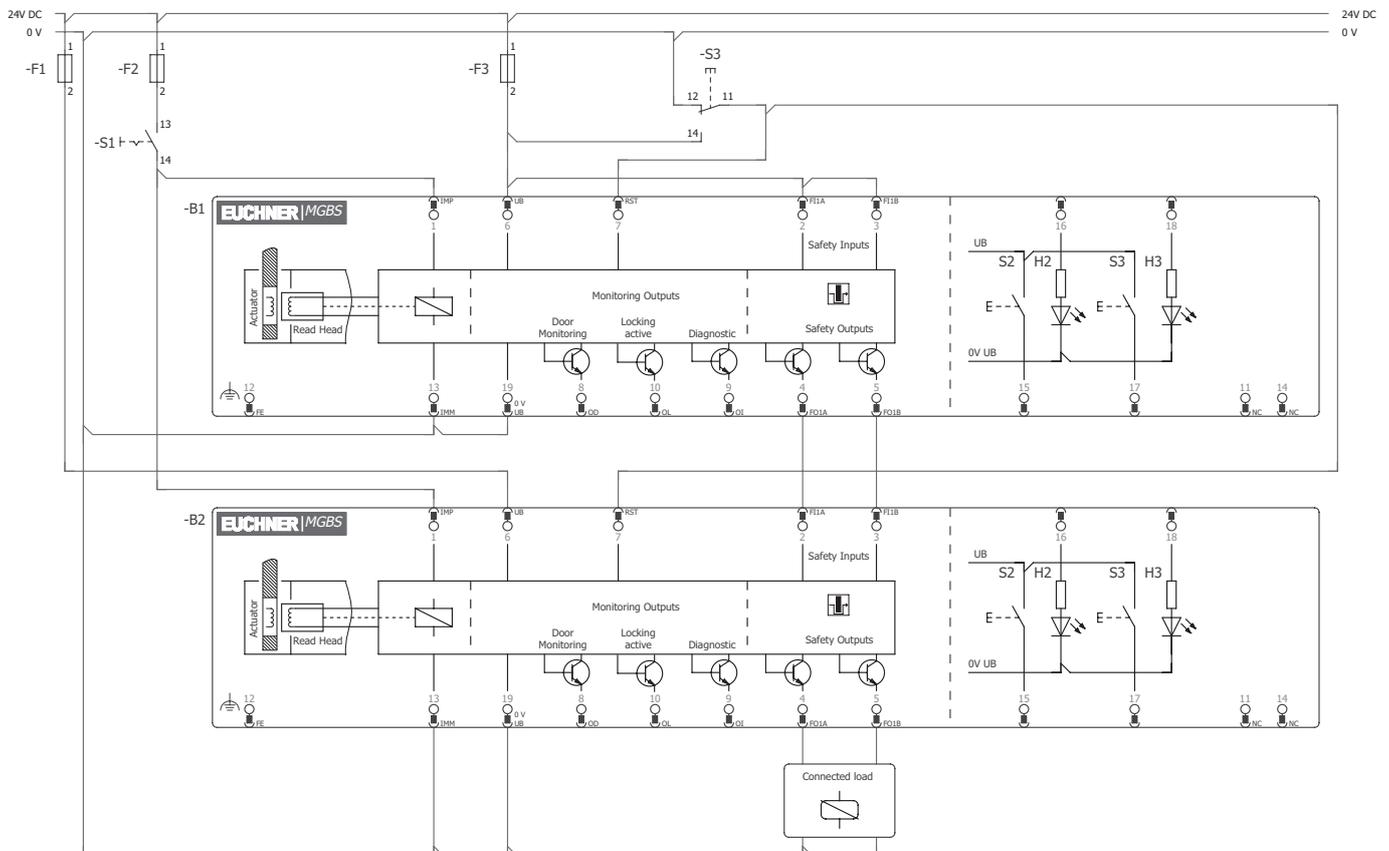

Bild 6: Anschlussbeispiel für eine Schalterkette; Ausführung mit Steckverbinder M23
- Es muss ein gemeinsames Signal für alle Zuhaltermodule in der Kette verwendet werden. Dies kann ein Wechselschalter sein, es kann aber auch der Ausgang einer Steuerung verwendet werden. Ein Taster ist nicht geeignet, da der Reset im Betrieb immer auf GND liegen muss (siehe Schalter S3 in *Bild 6 auf Seite 29*).
Damit dies möglich ist, muss der Eingang RST wie in *Bild 6 auf Seite 29* beschaltet sein.